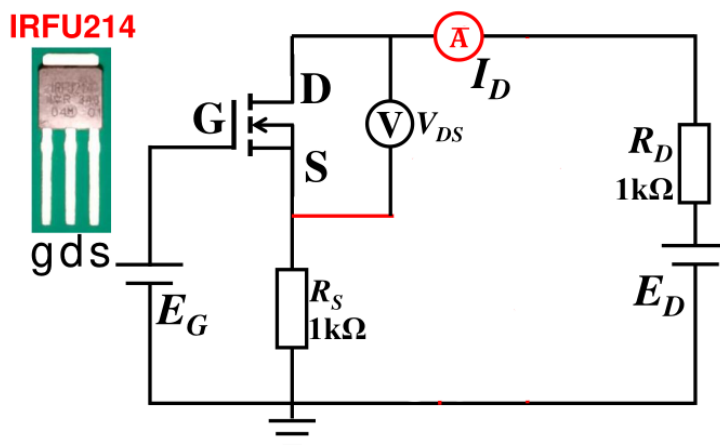

图 5: 共栅级放大电路
首先设计测量共栅放大器的电路，我们采用固定漏极电压，扫描栅极电压的方式获得曲线，电路如图 5。步骤：
1. 按照图 5 搭建电路